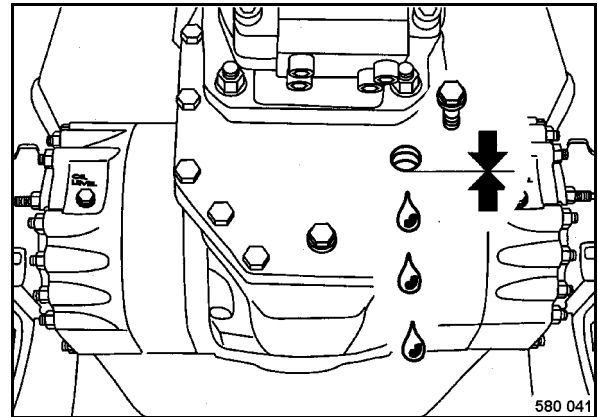

Fig. 156
- Desenroscar el tapón de llenado y control (Fig. 156) y comprobar el nivel de aceite.